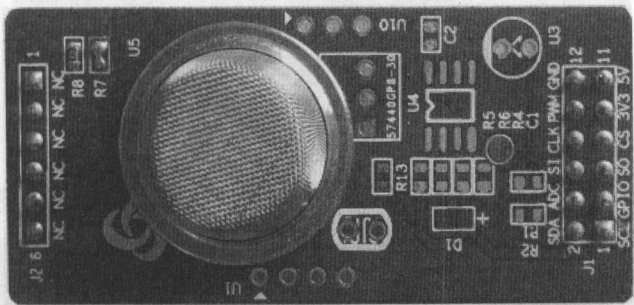

图 A.8
(1) 可燃气体 CombustibleGas 如图 A.8 所示。